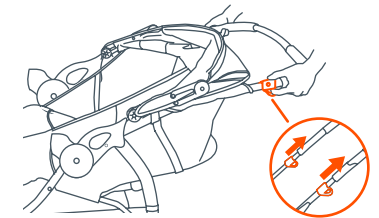
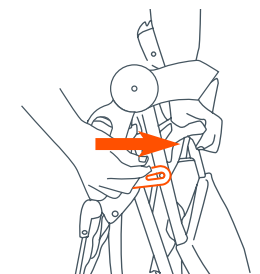

Fig. 19a
Fig. 19b
• Pliegue el carrito tirando de ambos gatillos de liberación (Fig. 19a). Presione hacia abajo el manubrio del carrito hasta que el carrito esté completamente plegado. Trabe la manija de liberación al costado derecho del carrito (Fig. 19b).